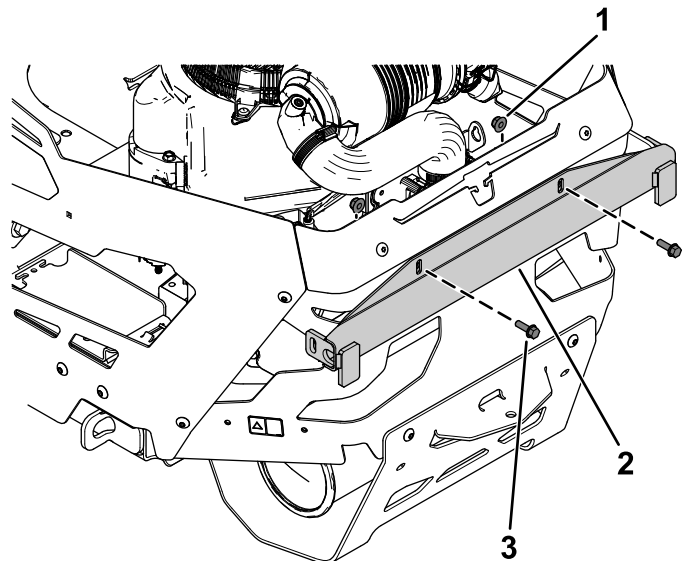

Figura 11
1. Sujete provisionalmente el soporte superior al protector trasero del motor usando 2 pernos con arandela prensada ($\frac{5}{16}$ " x 1") y 2 tuercas con arandela prensada ($\frac{5}{16}$ "), como se muestra en la Figura 11.